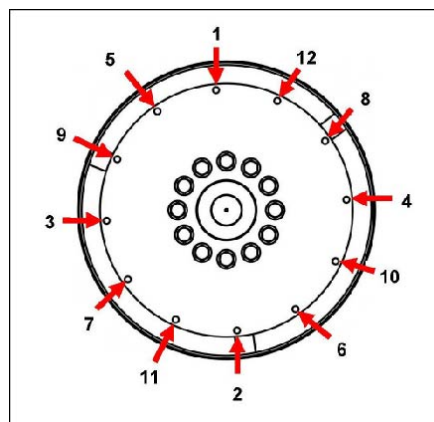

ABBILDUNG 15. REIHENFOLGE DER BEFESTIGUNG
- Die Ausrichtungsstifte entfernen. Die Kupplungsschrauben unter Verwendung von Hochlast-Unterlegscheiben unter den Köpfen anbringen. Kupplungsbefestigungsschrauben am Schwungrad in der Reihenfolge festziehen wie dargestellt in Abbildung 15 auf Seite 27.